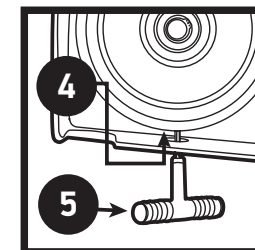

Figura 13
4. Afloje la tuerca de retención que bloquea el tornillo de ajuste de la rueda intermedia superior. (Figura 13) Con ayuda del tornillo, ajuste la rueda intermedia superior hasta que una línea recta, que representa al plano que pasa por el medio de la intermedia superior, pase exactamente por el medio de la rueda de contacto. Dicha línea representa el centro del movimiento de la banda. Nota: asegúrese de que el soporte del cojinete esté enfrentado al extremo del tornillo.